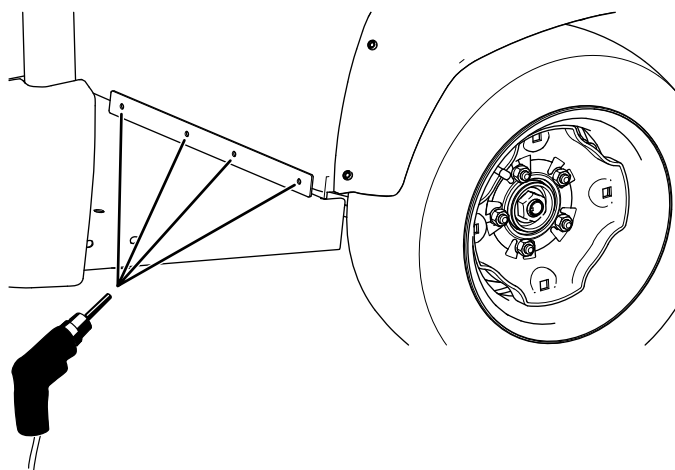

図 6
9. シールを型紙にして、フロアプレートとシートベースの各側に 4 つの穴直径 5.6 mm を開ける 図 6。